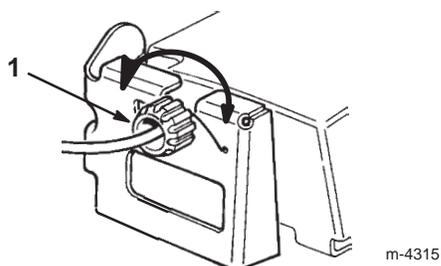

Figure 27
2. Si la tondeuse ne se déplace pas automatiquement, tournez le bouton dans le sens horaire de 1/2 tour (Fig. 27). Si la tondeuse commence à avancer, tournez le bouton de 1/2 tour dans le sens anti-horaire pour détendre la courroie.